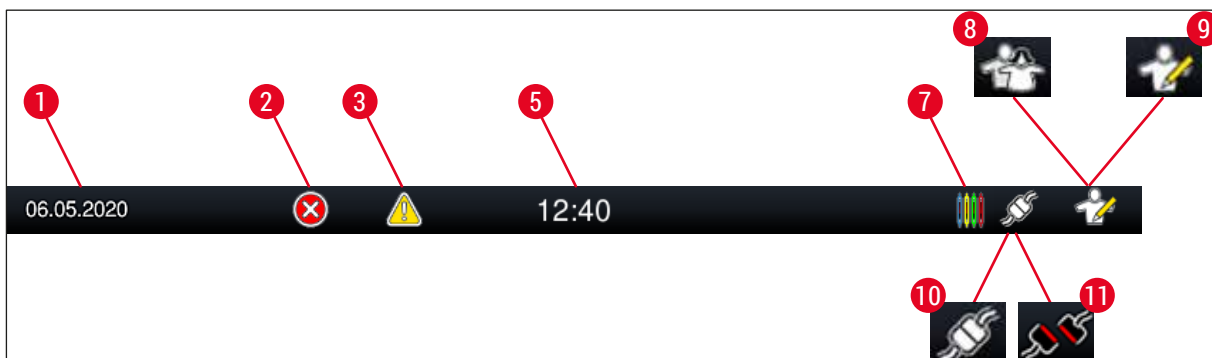

Abb. 16
4. Der aktuelle Anwenderstatus wird mit dem jeweiligen Symbol in der Statuszeile (→ "Abb. 16") rechts oben angezeigt.